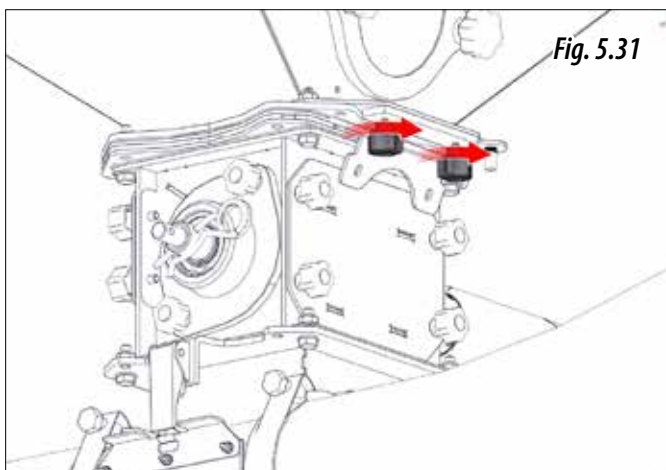

Fig. 5.31
**13-** Puneți butoanele și strângeți-le pentru a fixa clapeta (Fig. 5.31).